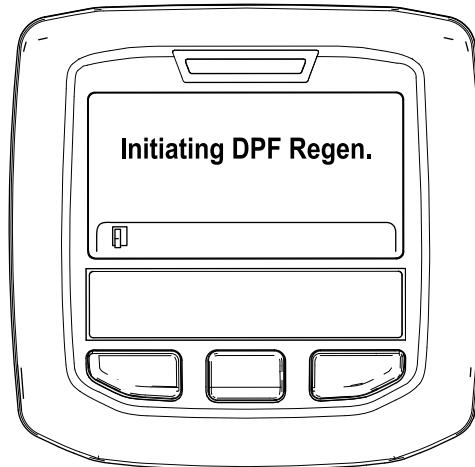

Bild 53
- Die Meldung „Initiating DPF Regen.“ wird angezeigt (Bild 53).